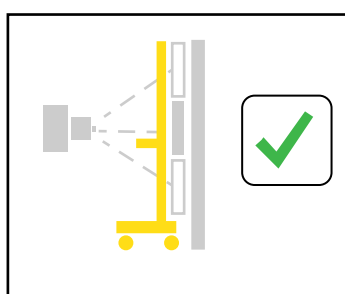

Fig. 4-56 Protection du patient
4. Vérifiez que la protection du patient est placée devant le support mural en appuyant sur le bouton de *coche verte* sur l'affichage, voir **Fig. 4-56**.